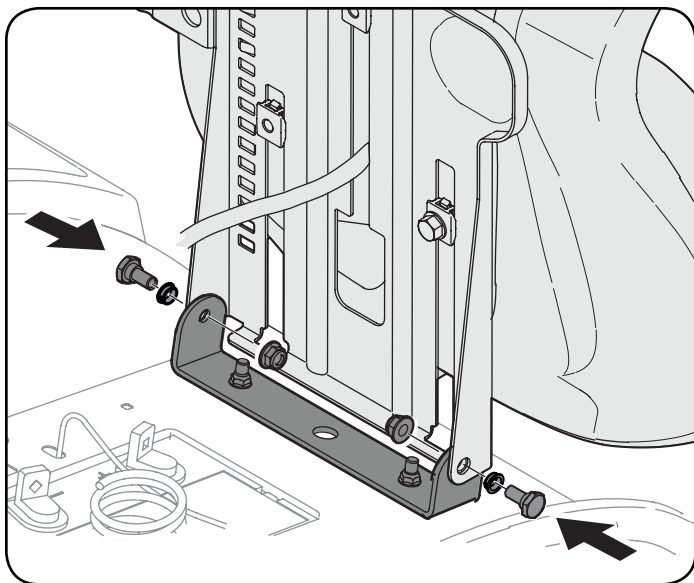

Figura 3
3. Gire el asiento hasta la posición deseada y asegúrelo en su lugar con los tornillos de reborde y las tuercas de seguridad con brida que extrajo antes. Tenga cuidado de no doblar o dañar el cableado mientras instala el asiento. Vea la Figura 3.